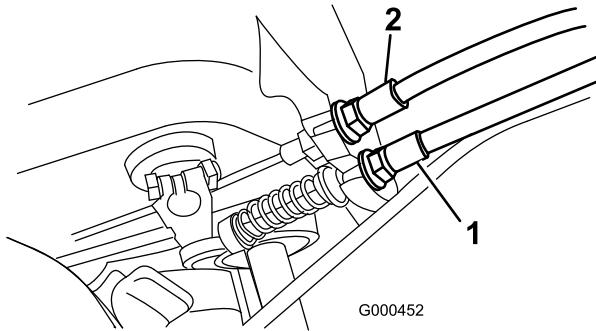

Figura 45
2. Per aumentare la tensione del cavo allentate il controdado del cavo anteriore e serrate il controdado del cavo posteriore (Figura 45) finché non occorre una forza di 5,4 – 7,2 kg, per innestare il comando della trazione.